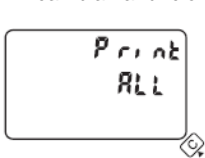

Fig. 20
- Alcanzar la función impresión "PRINT ALL" pulsando el botón **C**. Si sólo la función "UPLOAD ALL" aparece, pulsar el botón **D** para cambiar la función (*fig.20*).